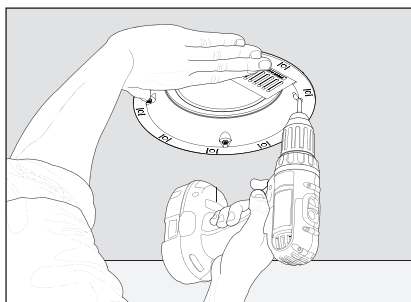

Fig. 5d
10. En soutenant l'ensemble d'une main, serrez chaque vis à l'aide de la perceuse électrique et de la mèche Torx T20. Arrêtez de serrer lorsque vous sentez une résistance (figures 5d et 6e). MC6-HT : Avant de serrer les vis, orientez le haut-parleur de manière à ce que les haut-parleurs soient positionnés dans la position souhaitée.